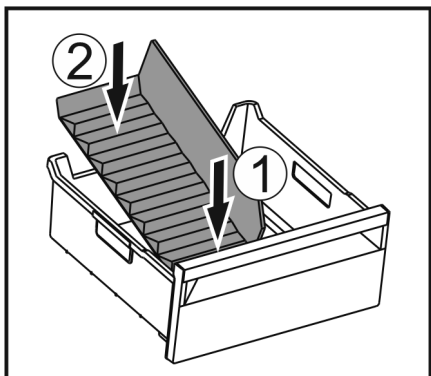

Fig. 184
- ▶ Pange jääkambrieraldaja eesmine osa sisse. Fig. 184 (1)
- ▶ Langetage jääkambrieraldaja tagumine osa sahtlipõrandani. Fig. 184 (2)